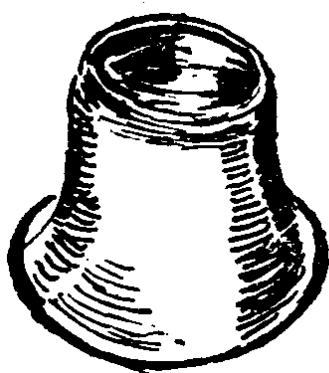

图2—1 放大镜
4.螺丝刀：又称表起子。至少要有大小不同规格四至五支，便于拆装各种型号螺丝钉。螺丝刀的刃口要扁平齐直，如图2—2（A）；不能象斧子刃口，如图2—2（B），那样容易损坏螺丝。使用大小螺丝刀的手法如图2—2下部所示。